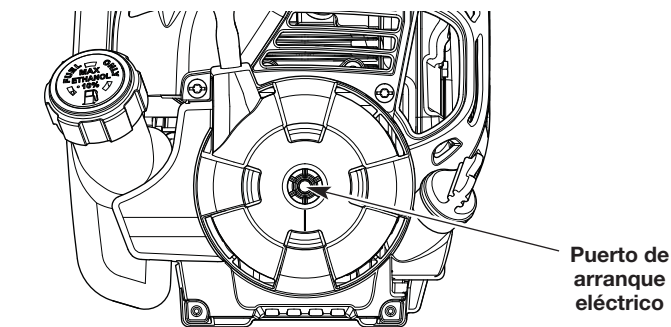

Fig. 11
5. Inserte el accesorio de arranque eléctrico dentro del orificio de arranque eléctrico (Fig. 11). Consulte la sección *Funcionamiento* del manual del operador del accesorio de arranque eléctrico.